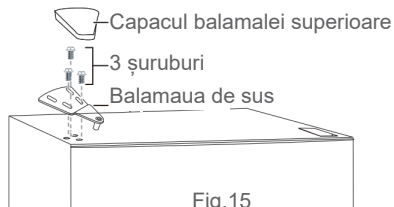

Fig.15
17. Instalați balamaua superioară în partea din stânga sus cu trei șuruburi, asigurându-vă în același timp că partea superioară a ușii este la nivel cu cabinetul și garnitura ușii este poziționată corect. În final, fixați capacul balamalei superioare (→ Fig. 15).